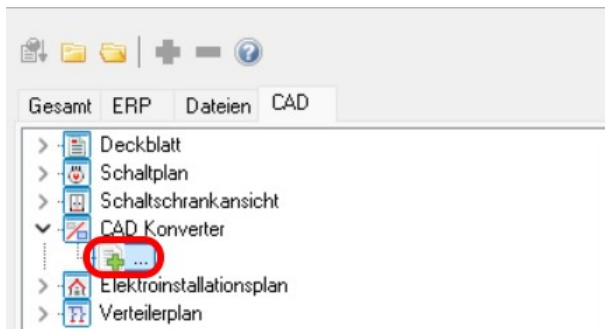

Abbildung 5.1.2: Öffnen des Dateiauswahlfensters
6. Expandiere den Zweig **CAD Konverter** und doppelklicke auf die Schaltfläche  unterhalb des Zweiges (siehe Abbildung 5.1.2).